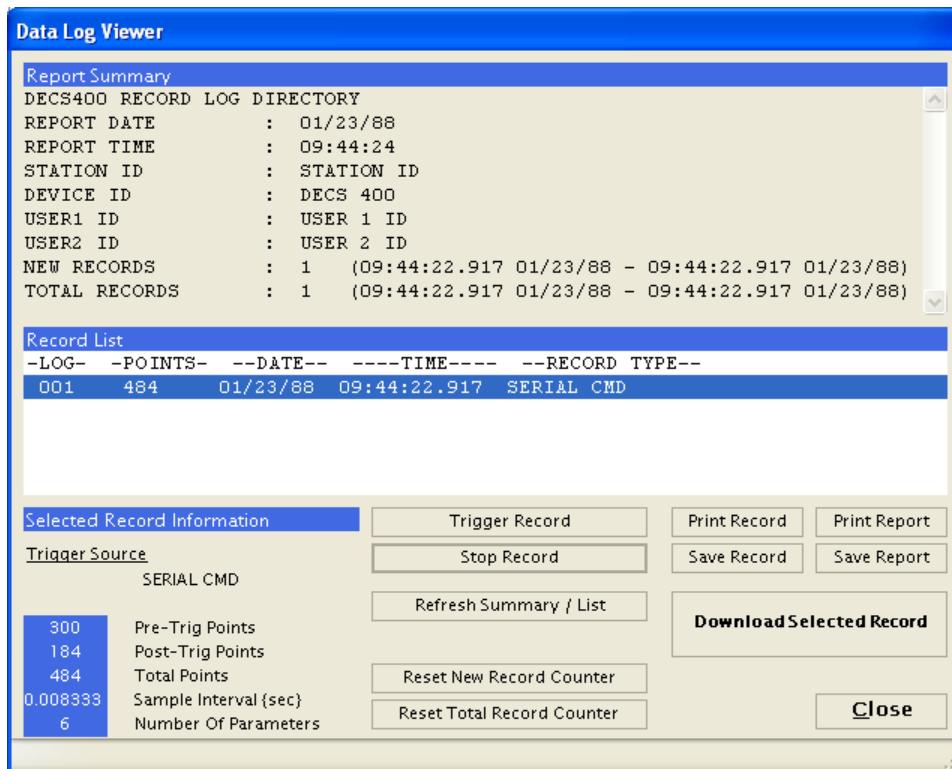

Figura 4-47. Pantalla Visor de registros de datos
*View/Download Data Log (Ver/descargar registro de datos).* Al hacer clic en este botón, se muestra la pantalla Data Log Viewer (Visor de registros de datos) de la **Figura 4-47**. Las vistas y los controles de la pantalla Data Log Viewer (Visor de registros de datos) se describen en los próximos párrafos.